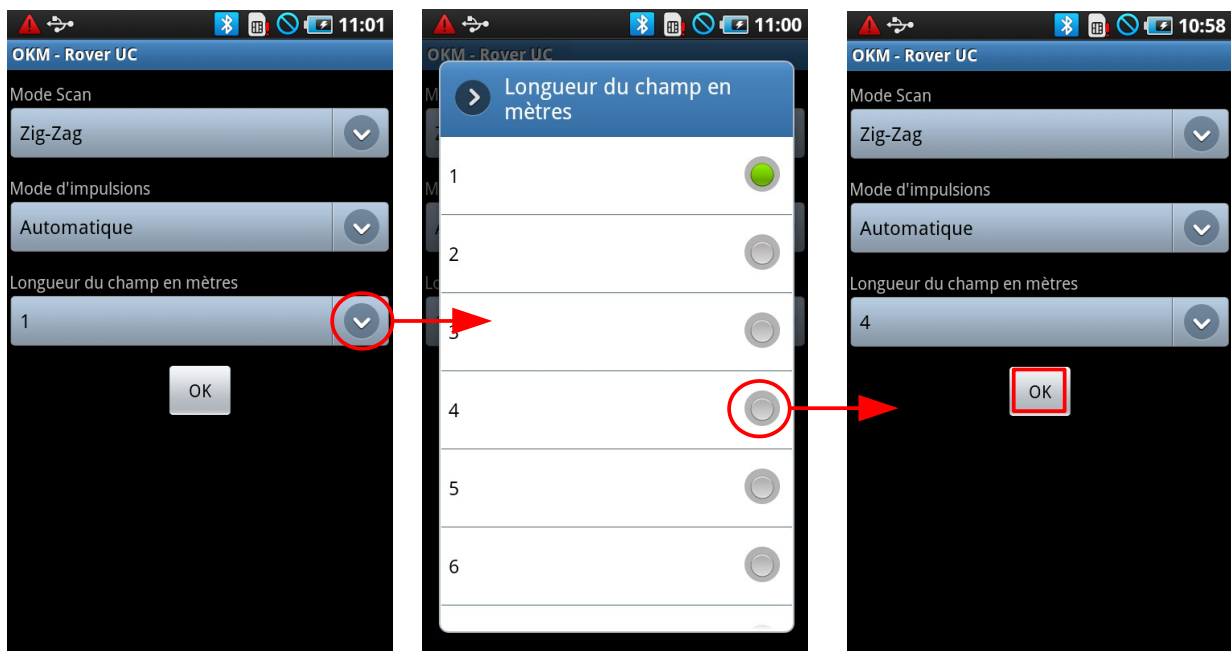

Figure 10.2: Ajuster les paramètres pour la mesure
Pour commencer votre mesure allez au point du départ ❶ de votre champ de mesure et allumez le smart phone et la sonde télescopique. Démarrez le l'application OKM dans le smart phone et choisissez le mode d'opération "3D Scan" au menu principal. Vous allez voir le menu de configuration de la figure 10.2 sur l'écran.